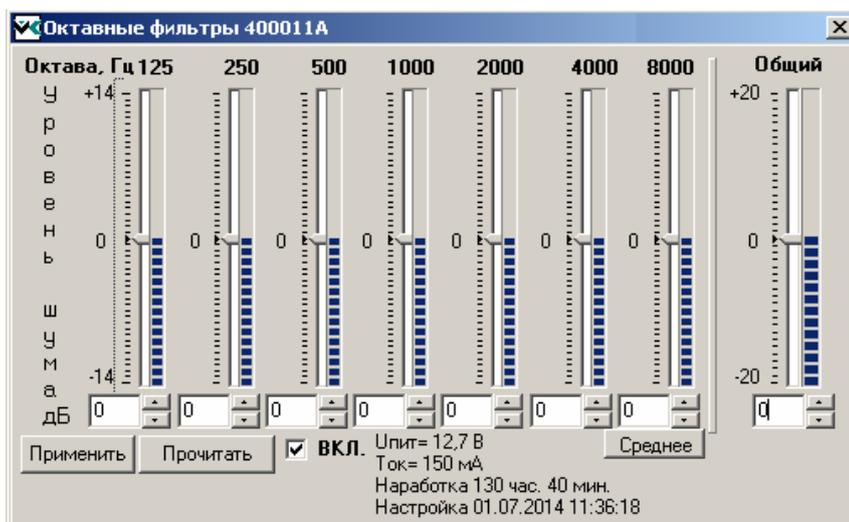

Рисунок 15 – Окно «Октавные фильтры»
– **Настройка** – вызов окна «**Октавные фильтры**» (Рисунок 15). Пункт дублирует одноименную кнопку области «**Управление списком**»;
Если произвести двойное нажатие левой кнопкой мыши на излучателе дерева, или для выделенного в дереве излучателя нажать кнопку «**Настройка**», то для этого излучателя откроется окно настройки «**Октавные фильтры**» (Рисунок 15).
АЧХ шумового сигнала излучателя, помимо окна «**Октавные фильтры**» (см. Рисунок 15), может быть скорректирована с помощью таблицы «**Отклонение от нормы (поправка)**». При использовании данного способа, корректировка АЧХ выполняется одновременно для всех излучателей, привязанных к выбранной контрольной точке дерева. Выбор контрольной точки, как описывалось выше, производится однократным нажатием на элементе дерева левой кнопкой мыши. После выбора контрольной точки, в таблицу «**Отклонение от нормы (поправка)**» необходимо ввести поправочные значения для октавных полос. Для ввода поправки сначала требуется однократно щелкнуть левой кнопкой мыши в соответствующей ячейке таблицы, а затем с клавиатуры ввести значение поправки с учётом знака (знак «плюс» не вводится). После заполнения таблицы следует нажать кнопку «**Корректировать АЧХ**». Корректировка АЧХ производится относительно текущего положения регуляторов в октавных полосах и регулятора общего уровня, установленных в окне «**Октавные фильтры**». Для визуального контроля изменений АЧХ можно до нажатия кнопки «**Корректировать АЧХ**» открыть окно «**Октавные фильтры**» для интересующего излучателя.
Окно «Октавные фильтры» (Рисунок 15) предназначено для выполнения ручной настройки уровней шума любого из излучателей списка «Излучатель» (или контрольной точки дерева).